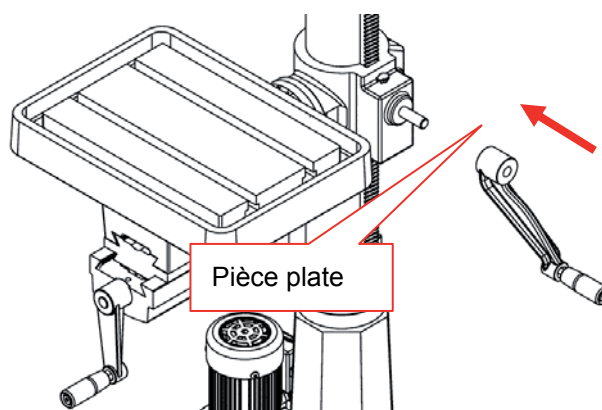

Figure 03
2. Installez le levier de manivelle sur l'arbre du pignon et serrez l'écrou de réglage dans la poignée de manivelle contre la pièce plate de l'arbre du pignon. Figure 03,